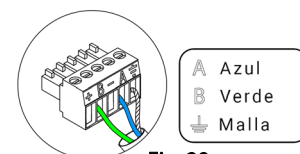

Fig. 28
Para la conexión al bus de conexión Airzone de la central ⑤ dispone de 1 borna de 5 pines. Fije los cables con los tornillos de la borna respetando el código de colores (Fig. 28).